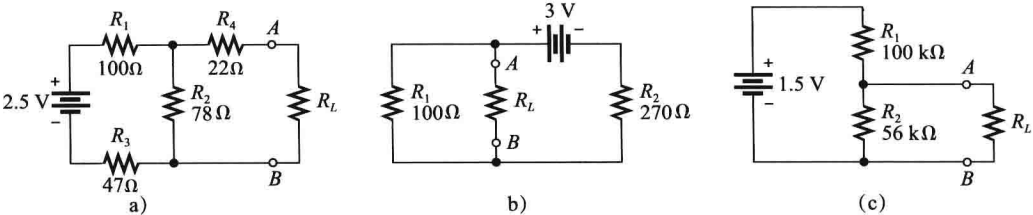

图 6-83
28. 对图 6-83 中的各个电路，确定从 A、B 端看进去的戴维南等效。